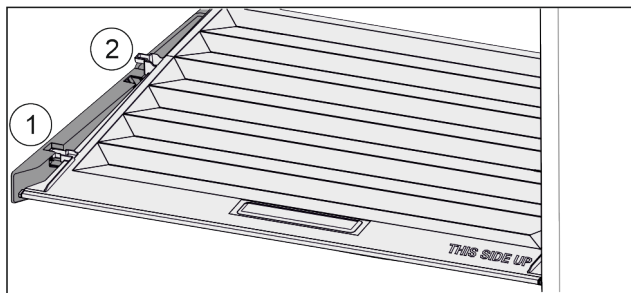

Fig. 26
- Trageți capacul în față Fig. 26 (1) până la orificiul din piesele suportului.
- Ridicați în spate de jos și scoateți Fig. 26 (2) în sus.